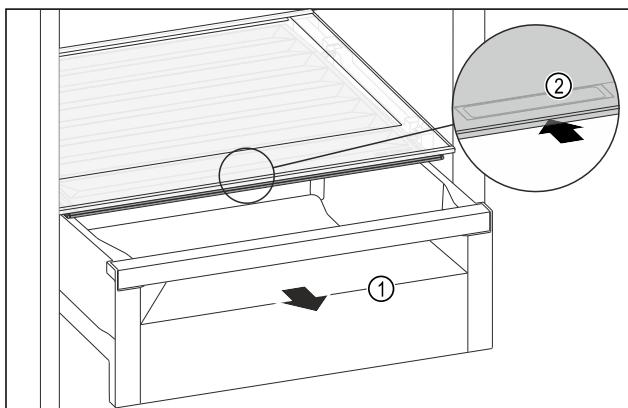

Fig. 111
- Retirer le tiroir Fig. 111 (1).
- Saisir la poignée encastrée Fig. 111 (2) du couvercle du compartiment et pousser le couvercle du compartiment vers l'arrière.